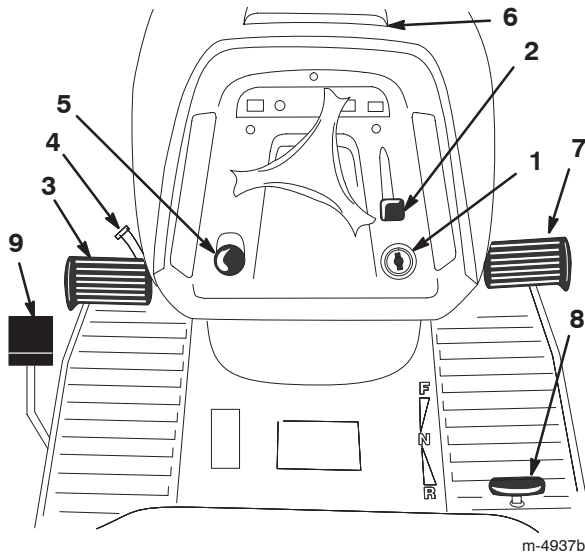

Bild 2
Machen Sie sich mit den Bedienelementen (Bild 2) vertraut, bevor Sie den Motor anlassen oder den Traktor einsetzen.
1. Treten Sie auf das Bremspedal (Bild 2).
1. Drücken Sie das Bremspedal (Bild 2) durch und halten es in der gedrückten Position.
2. Drehen Sie den Feststellbremshebel (Bild 2) gegen den Uhrzeigersinn und nehmen den Fuß langsam vom Bremspedal.